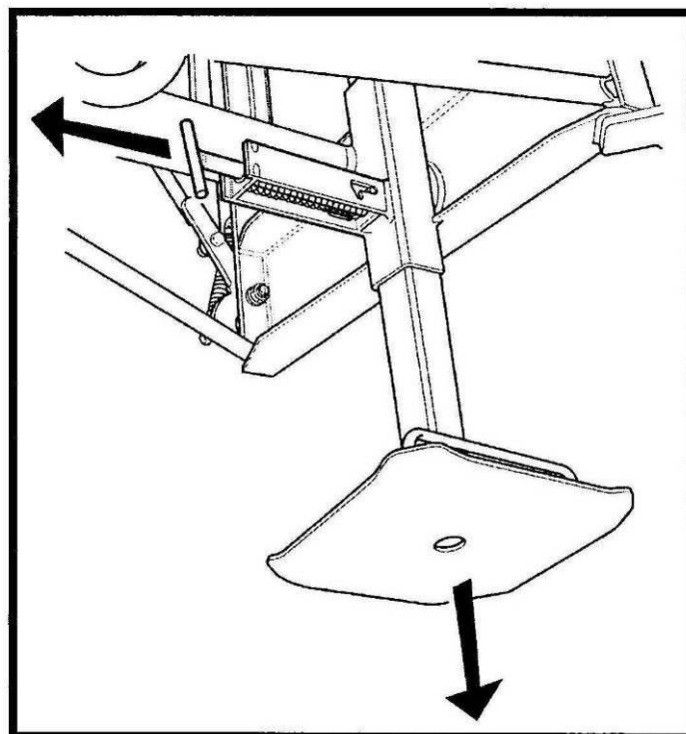

Abb.10
2: Gehen Sie zum Ende des Turmmittelabschnitts und ziehen Sie den Haltestift heraus, um die Fallstütze zu lösen. Wenn die Stütze auf dem Boden steht, ist der Haltestift in die nächste Bohrung zu schließen (Stellung 2, Abb. 10). Diese Seite des Auslegers kann jetzt vollständig geöffnet werden.
- 6: Nachdem der Ausleger vollständig ausgeklappt ist. Die Fallstütze anheben und sicherstellen, dass der Haltestift geschlossen ist (Seite 10, Abb. 10 - Stellung 2).
- 3: Die Fallstütze an der hohen Seite des Auslegers lösen, einen Abstand lassen, damit der Ausleger auf eine leicht zu handhabende Höhe sinken kann und den Haltestift sichern (Seite 10, Abb. 10).
Hinweis: Es ist jederzeit und ausnahmslos sicherzustellen, dass sich die Stifte in der Stellung 2 befinden, wenn sie gesperrt sein müssen (Seite 10, Abb. 10).
Kontrollieren, ob alle Feststellstifte vollständig geschlossen sind. Siehe dazu Seite 10 (Abb. 10).